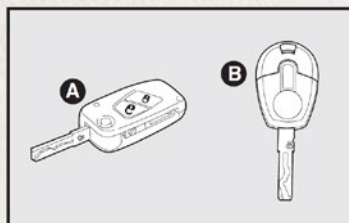

Fig. 1
Con el vehículo se entregan según la versión, una llave A-fig. 1 o dos llaves B-fig. 1.
Las llaves 1 ó 2-fig. 1 se utilizan para:
- Apertura/cierre de las puertas a través del control remoto (llave 1-fig. 1)
Para la llave de ignición 2-fig. 1 está prevista la preparación para la instalación del control remoto.